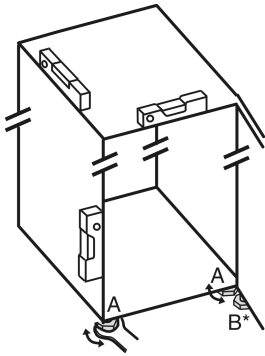

Fig. 5
- ▶ Stelvoetjes Fig. 5 (A) met meegeleverde steeksleutel en met behulp van een waterpas er uit draaien tot het apparaat vast en vlak is uitgelijnd.
- ▶ Stelvoetje Fig. 5 (B) op het lagerblok losdraaien met de bijgeleverde steeksleutel totdat deze op de vloer rust.
- ▶ Stelvoetje Fig. 5 (B) 90° verder draaien.